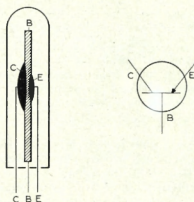

Fig. 10
La fig. 10 représente la coupe simplifiée d'un transistor. Il est composé d'une plaquette de cristal de germanium (B) appelée « base ».
Sur chaque face de cette base est soudée une pastille d'indium, l'une petite, appelée « émetteur » (E), l'autre plus grande (C) appelée « collecteur ». Le tout est monté à l'intérieur d'une capsule étanche, les 3 électrodes (base, émetteur et collecteur) étant prolongées à l'extérieur par un fil de connexion. L'image de droite de la fig. 10 est la représentation schématisée d'un transistor. Quel est le principe qui permet d'utiliser un transistor comme interrupteur ? Si on insère un transistor dans un circuit électrique en le branchant par l'émetteur (E) au + et le collecteur (C) au —, le courant ne passe pas car la base (B) est isolante dans le sens E-C. Par contre, si l'on fait passer un autre courant entre l'émetteur (E) et la base (B), celle-ci devient conductrice et un courant peut passer entre l'émetteur et le collecteur dans le sens E-C. On voit donc que l'on peut à volonté fermer ou ouvrir un circuit électrique passant par E et C.